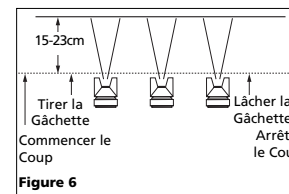

Figure 6
- Tirer correctement sur la gâchette. Commencer le mouvement au début du coup AVANT DE TIRER SUR LA GÂCHETTE et la relâcher AVANT D'ARRÊTER LE MOUVEMENT à la fin du coup. Cette procédure "mélanger" chaque coup avec le prochain sans avoir l'apparition de chevauchement ou d'inégalités (Voir Figure 6).